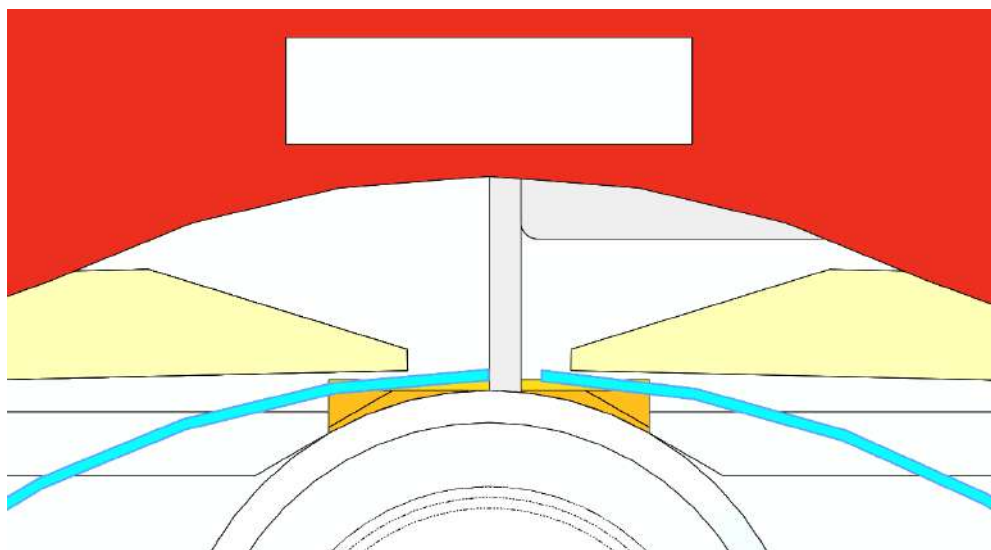

Рисунок 17 – Установка первой кромки.
2. Далее оператор руками прижимает заготовку к продольному и поперечному упорам, для обеспечения правильного расположения первой кромки (см. рисунок 17).